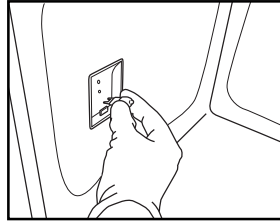

Fig. 9
4. Cambie la bombilla (véase la nota sobre el tipo de bombilla) (Fig. 9).